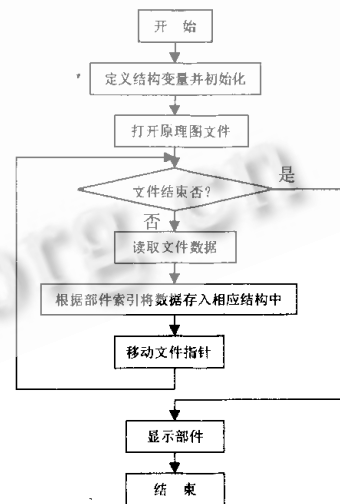

图 1 程序流程图
4. 在视图类中,用 GetDocument() 函数获取文档类的指针,用该指针读取文档类中的数据,根据索引值在视图中依次绘制出线段、节点、文字注释、文字盒和元器件。获取和显示原理图的过程如图 1 所示: